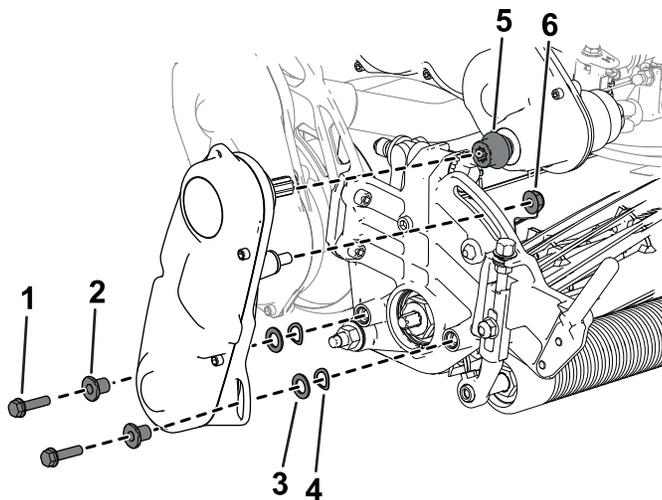

Figure 36
- Déposez l'entraînement de cylindre de l'unité de coupe (Figure 36) et conservez les fixations.